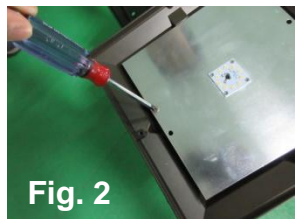

Fig. 2
4. Quite los **tornillos** que sujetan al **plato de LED** en su lugar (Fig. 2).